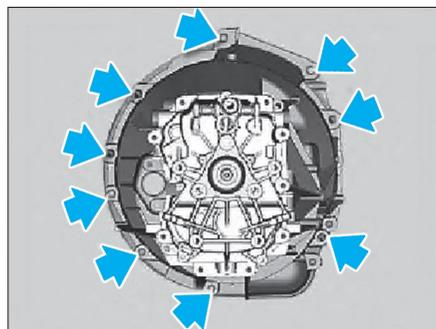

Fig. 13
- Déposer les vis du tour de boîte (flèches) (Fig.13).